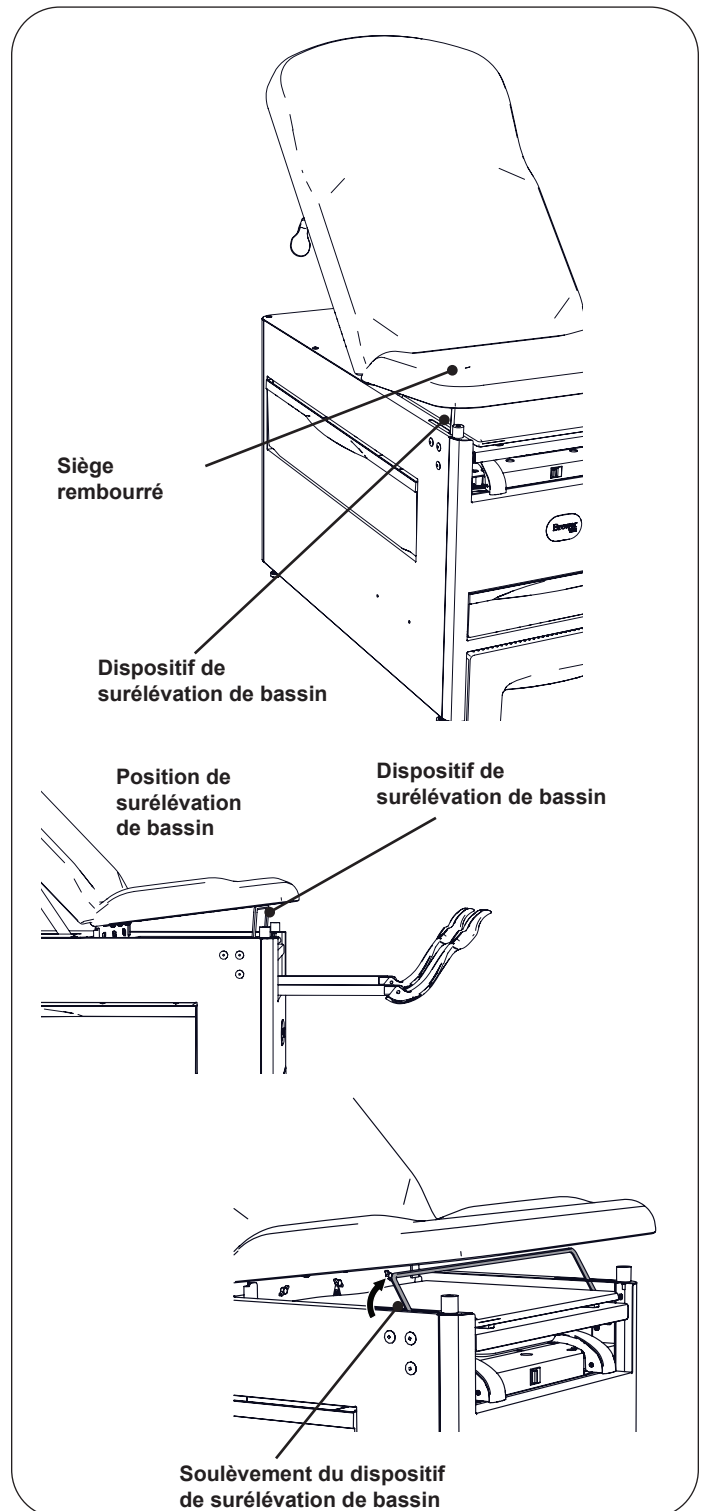

Figure 16. Barre de support de surélévation de bassin
1. Soulever le bord avant du siège rembourré (Figure 16). Faire tourner la barre de support de surélévation de bassin vers le haut jusqu'à sa position complètement verticale.